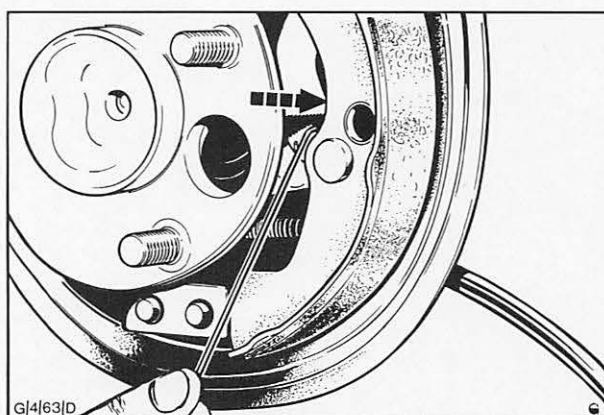

Abb. 45 Nachstellraste gegen Federdruck nach unten ziehen und Rastenhebel nach vorne drücken
13. Nachstellraste mit dem Drahhaken (siehe Arbeitsgang 3) nach unten ziehen und Rastenhebel bis zum Anschlag gegen die Bremsbacke nach vorne drücken (Ausgangsstellung), Abb. 45.